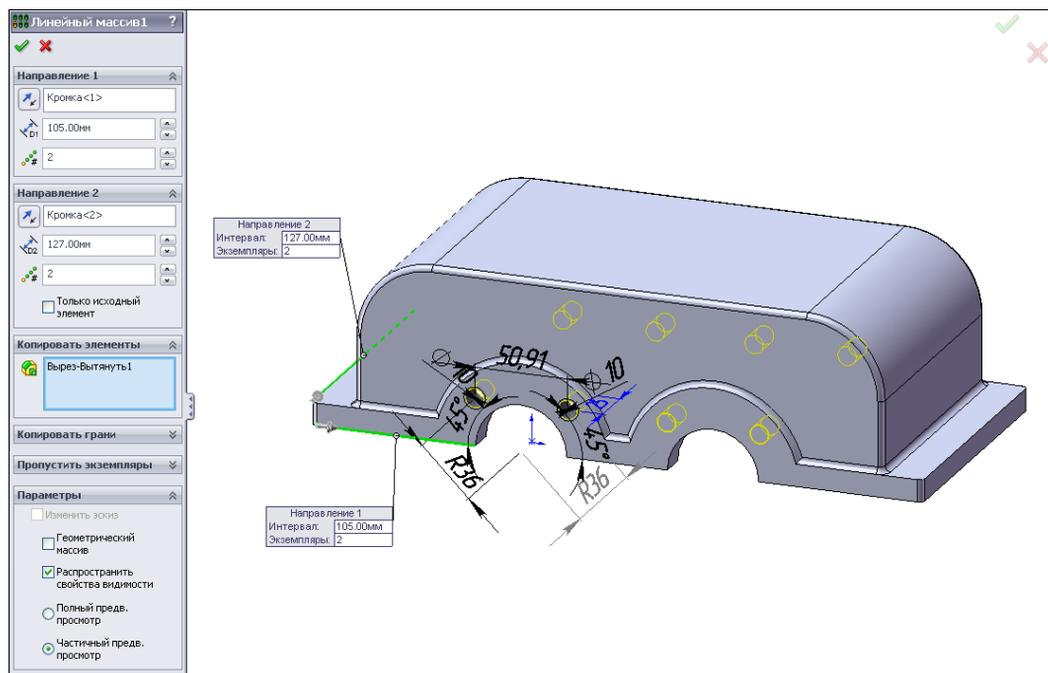

Рис. 2.136
6. Теперь, используя команду **Линейный массив**, скопируем эти отверстия и на другие три бобышки. После нажатия кнопки  — **Линейный массив** на экране появится окно **Линейный массив1** (рис. 2.136). В разделе **Направление 1** укажем направление массива — длиновую кромку корпуса; интервал между элементами — 105 мм; количество экземпляров — 2. В разделе **Направление 2** укажем кромку, перпендикулярную первому направлению; интервал между элементами — 127 мм; количество экземпляров — 2; в качестве копируемых элементов в разделе **Копировать элементы** укажем **Вырез-Вытянуты1** (рис. 2.136).